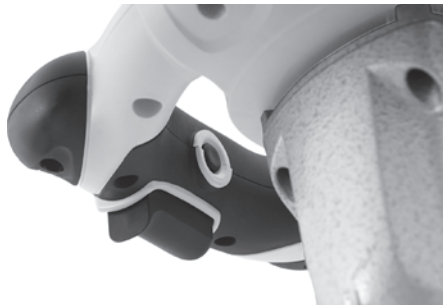

Fig. 6 - Interruptor e botão trava do interruptor
- Para ligar o equipamento, pressione o interruptor de acionamento (4), solte-o para desligar;
- Para operação contínua, acione o interruptor (4) e em seguida pressione o botão trava do interruptor (5). Para desligar, basta pressionar o interruptor (4), Fig. 6: